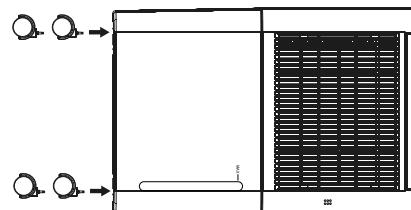

Abb. 1
- ◆ Drücken Sie die Rollen **⑥** in die vier Löcher in der Geräteunterseite, bis sie vollständig einrasten (siehe Abb. 1).